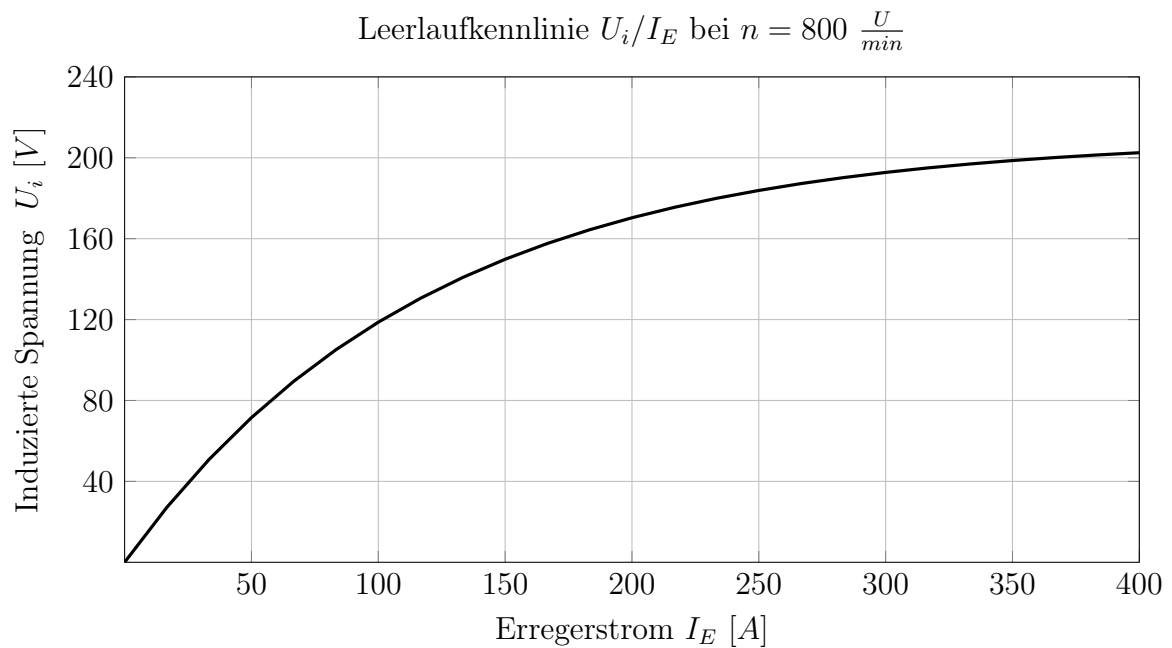

Abbildung 3: Leerlaufkennlinie
Eine Leerlaufkennlinie $\frac{U_i}{I_E}$ bei $n = 800 \frac{U}{min}$ ist gegeben (siehe Abb.3).
1. Da es sich hier um eine **Reihenschluss**-Gleichstrommaschine handelt, ist der Strom, welcher durch die Erregerwicklung geht gleich dem Strom durch den Anker $I_A = I_E$. Aus der Abb.3 wird bei $I_A = 280 \text{ A}$ die Induzierte Spannung $U_i = 190 \text{ V}$ abgelesen. Das Moment errechnet sich nach Glg.(1.2.27).
4. Bei einem geänderten Ankerstrom wird auch eine andere Spannung induziert, wodurch $k_1 \Phi$ neu bestimmt werden muss. Aus der Abb.3 wird bei $I_A = 140 \text{ A}$ die Induzierte Spannung $U_i = 140 \text{ V}$ abgelesen. Das Moment errechnet sich nach Glg.(1.2.27).